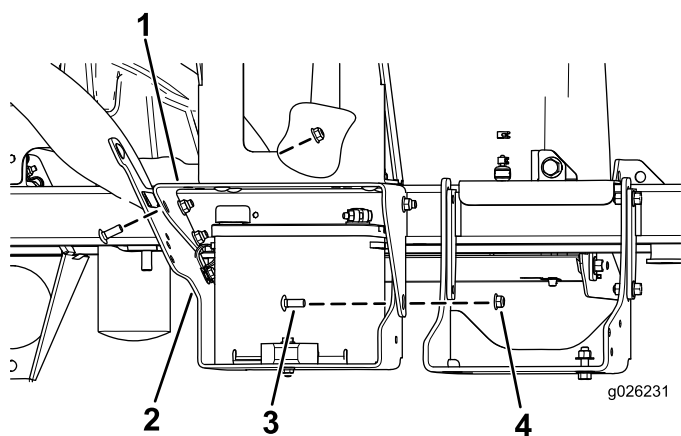

Figure 4
1. Fixez le support du traceur à mousse au support de la batterie au moyen des 5 boulons de carrosserie (3/8 x 1 po) et des 5 écrous à embase (3/8 po), comme montré à la Figure 4.